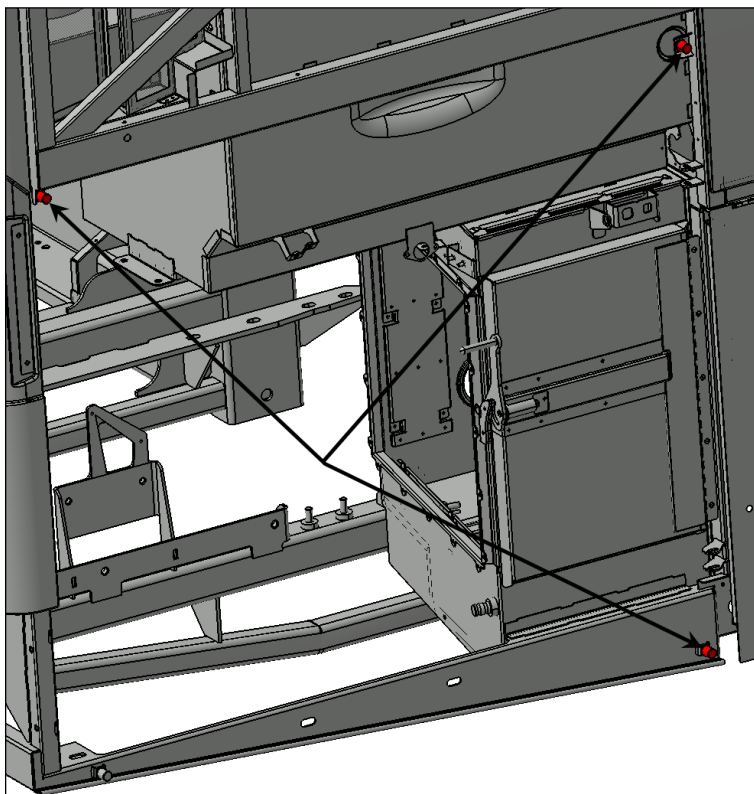
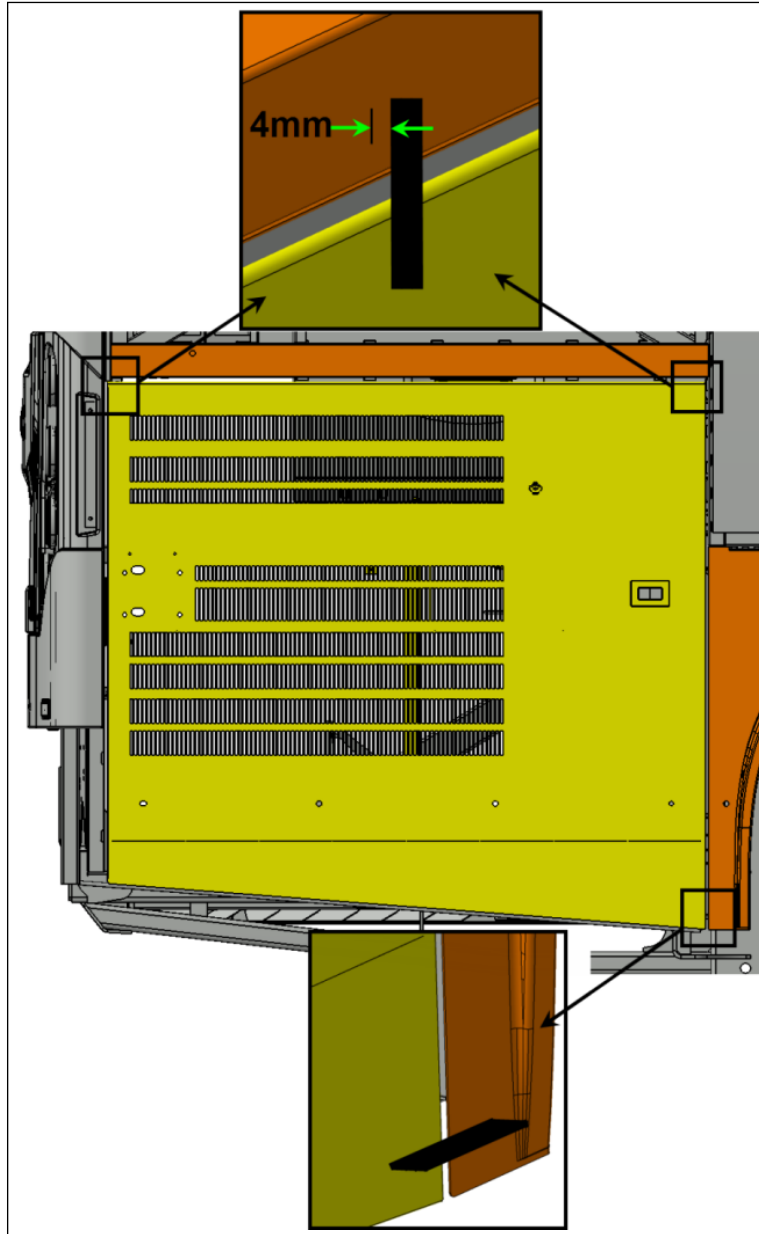

FIGURE 20
FIGURE 21
19. Visser ou dévisser les butées supérieures afin que la partie supérieure de la porte excède le panneau supérieur de 5/32" à 3/16" (4mm à 5mm) (voir Figure 20: et Figure 21:).